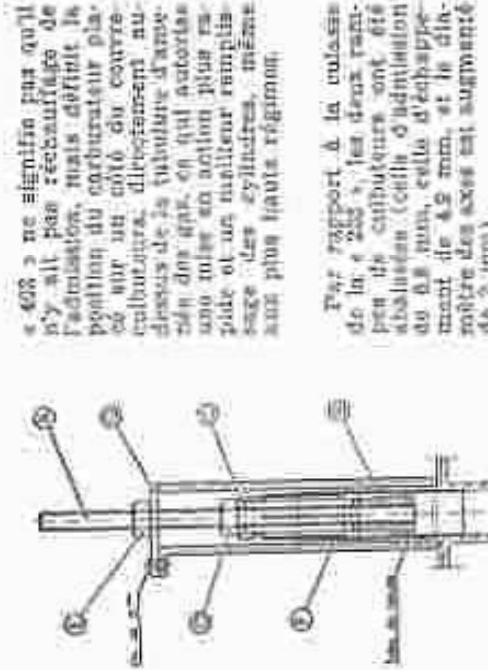

FIG. 12. — Extraction d'un tube de bougie.
- Introduire à l'intérieur du tube de bougie, et au-delà de la partie de la culasse, la tige filetée (A) fournie du cordon (B) de l'extracteur démontable (C) et des supports (D) et (E) (fig. 12).
- Sortir l'écrou (D), le cône (E) provoque l'extension de l'extracteur (C), qui devient suffisamment étroit pour faire tenir le tube de bougie.